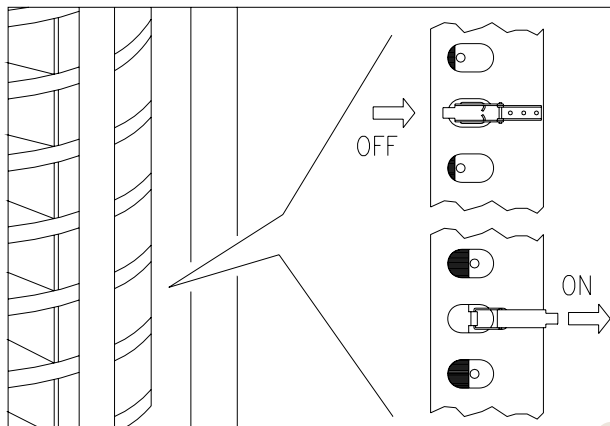

FIG. 12
- 2) Enganchar los pistoncitos en el cubre-columnita, por medio de los ganchos, fig. 12.